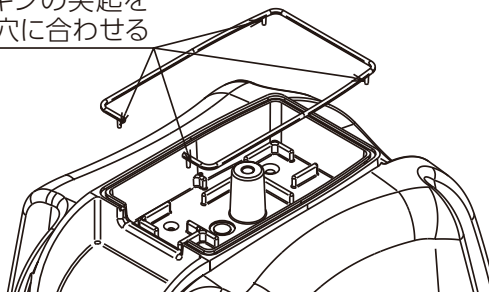

図5
- ⑦フィルターパッキンが外れた場合はパッキンに突起がありますので、上ハウジングの穴に4箇所の突起全てが入っていることを確認し、フィルターカバーを組み付けてください。(図5)